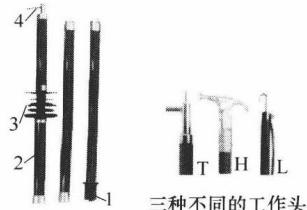

图 1-1 绝缘棒
① 绝缘棒俗称令克棒，用以操作高压跌落式熔断器、单极隔离开关、柱上油断路器及装卸临时接地线等，结构见图 1-1。在不同工作电压的线路上所使用的绝缘棒可按表 1-7 选用。